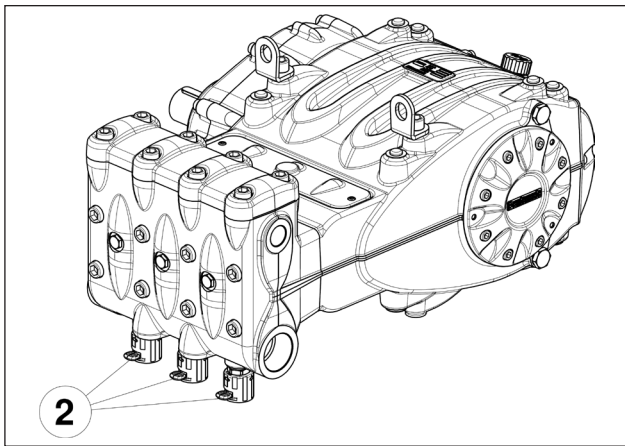
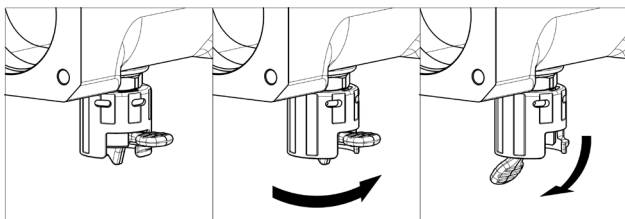

Fig. 9
Fig. 10
**Em caso de armazenamento prolongado ou inatividade por longos períodos, verifique o bom funcionamento das válvulas de aspiração, abrindo os três dispositivos do elevador (ver pos. ② Fig. 9). Certifique-se de ter fechado as válvulas antes de iniciar a bomba. Para as posições de "trabalho" e de "repouso", veja Fig. 10.**